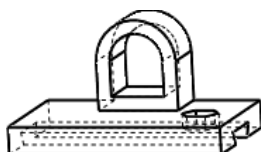

图 5.2.4 隐藏线可见
-  (隐藏线可见显示方式): 模型以线框形式显示, 可见的边线显示为深颜色的实线, 不可见的边线显示为虚线, 如图 5.2.4 所示。